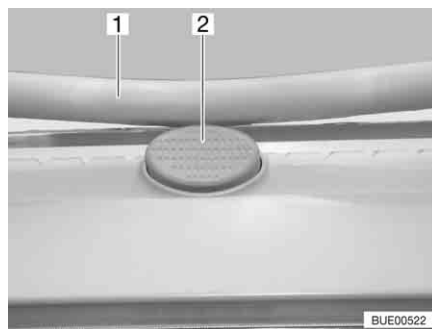

Bild 88 Låsknapp på Heki-takluckan
- Tryck på låsknappen (Bild 88,2) och dra ner bygel (Bild 88,1) med båda händerna.
- Tryck bygel uppåt med båda händerna tills bygel ligger ovanför låsknappen (Bild 88,2).